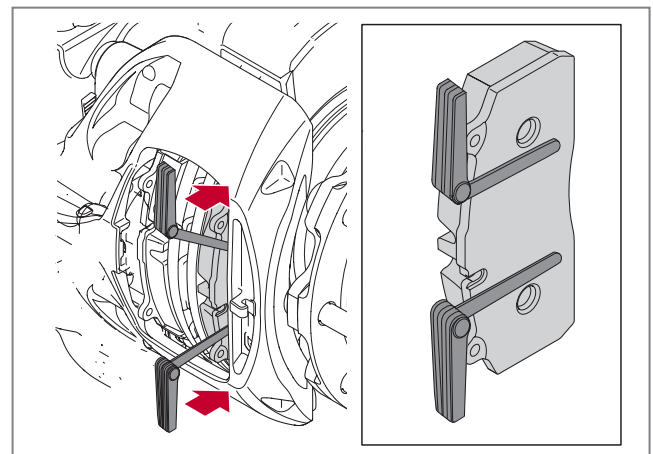

Abb. 17 - Korrekte Position der Fühlerlehren
4. Führen Sie zwei Fühlerlehren zwischen Bremssattel und äußerem Bremsbelag ein, um das Spiel zu messen. Positionieren Sie die Fühlerlehren am oberen und unteren Bereich der Trägerplatte des Bremsbelags, so dass das Axialspiel gemessen werden kann, siehe ► Abb. 17.